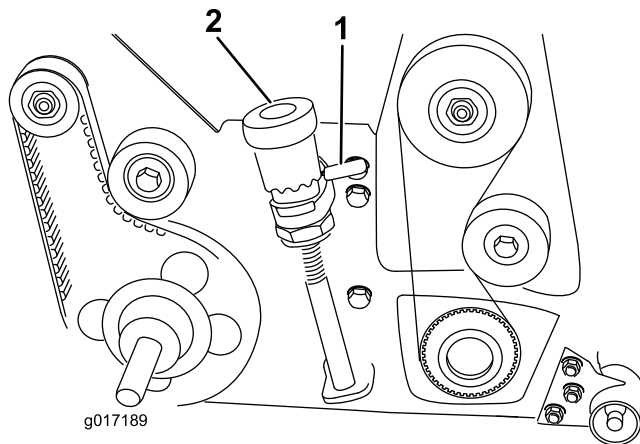
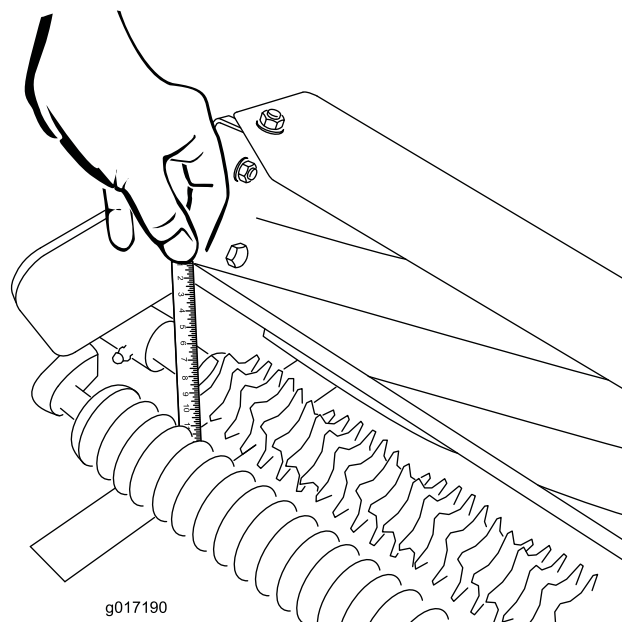

Figura 13
Figura 14
2. Utilize as alavancas de libertação rápida (ambos os lados) para baixar o cilindro de aparar para a posição de aparar (Figura 13).
3. Numa extremidade do eixo do aparador, meça a distância que vai da ponta da lâmina mais baixa do dispositivo até à superfície de funcionamento (Figura 14). Levante e rode o botão de micro ajuste (Figura 13) para subir ou baixar a ponta da lâmina. Cada pino do botão de micro ajuste é aproximadamente a 0,17 mm de profundidade do aparador.
Importante: Quando transportar a máquina, certifique-se de que levanta o cilindro de aparar para a posição de transporte (elevada). Para elevar o cilindro de aparar, rode as alavancas de libertação rápida direita e esquerda para que fiquem voltadas para trás (Figura 13). Para baixar o cilindro de aparar, rode as alavancas de libertação rápida para a frente.